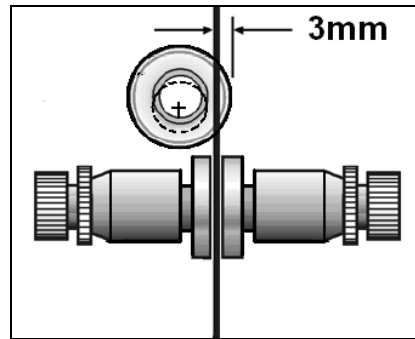

Fig 12
**Obere Bandführung (Fig 12):**